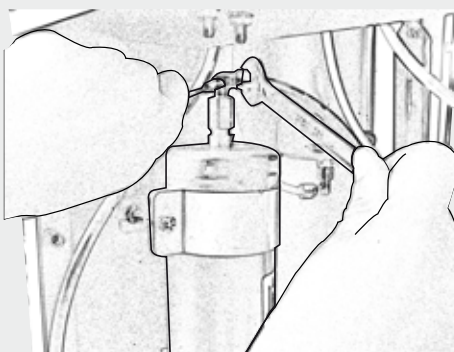

Fig. 2
- 2- Coloque o rolo de papel dentro do compartimento, respeitando o sentido de rotação indicado (veja Fig.2).